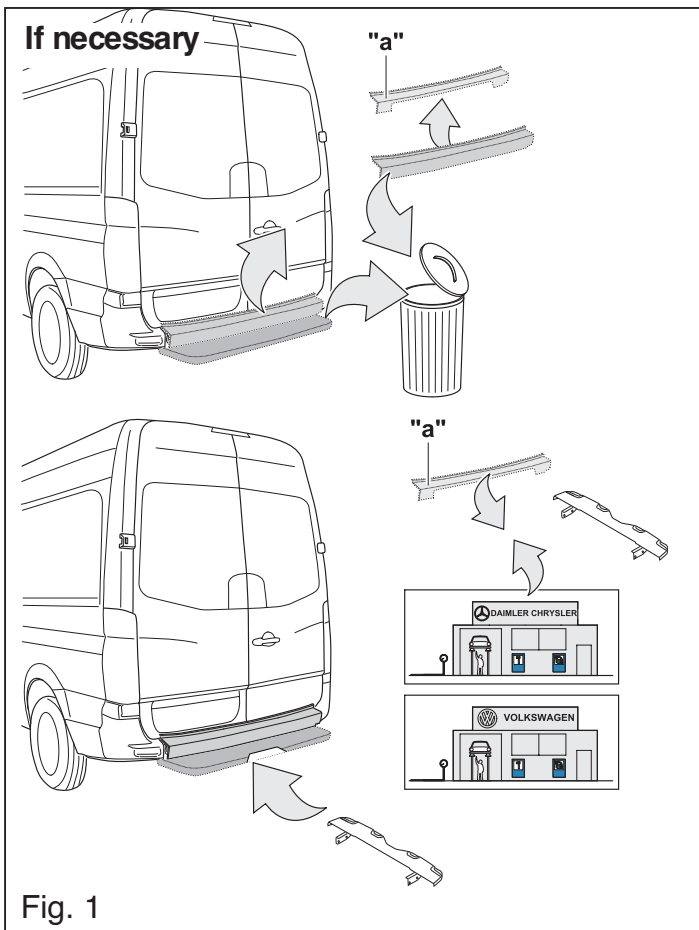

Fig. 1
8. Автомобили с подножкой: Закрепить заменяющую стен-подножку в отверстие Е, рисунок 1.